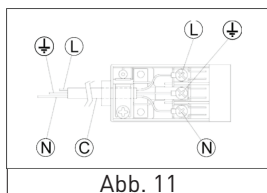

Abb. 11
- Bringen Sie am Stromkabel „C“ einen Standard-Stecker an (falls nicht vorhanden) (siehe Abb. 11). Dieser Stecker muss der auf dem Typenschild angegebenen Last standhalten. Verkabeln Sie die Drähte gemäß dem Schema in Abb. 11, wobei Sie die folgenden Anweisungen beachten müssen: